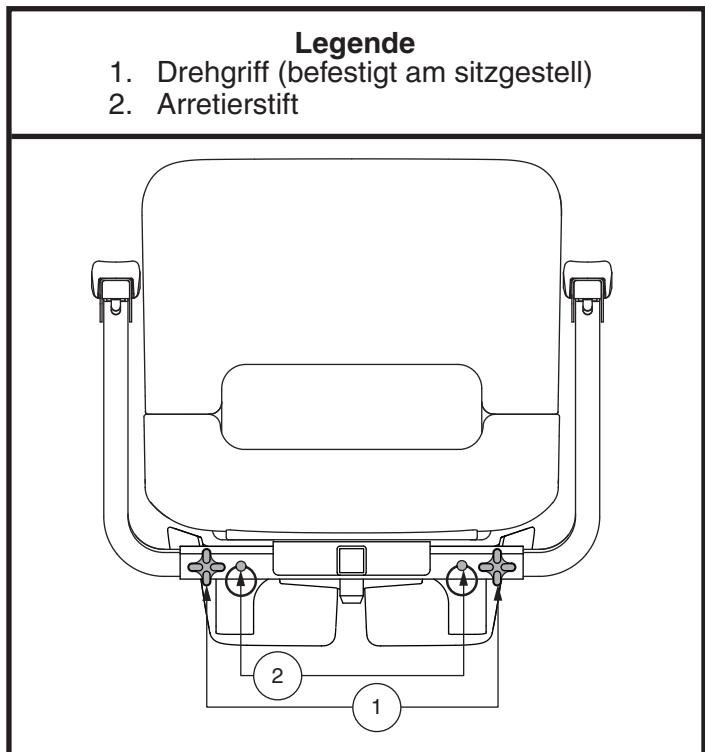

Abb. 9. Einstellung Armlehnenabstand
1. Ergreifen Sie die beiden Armlehndrehgriffe an jeder Seite des Armlehenträgers. **Siehe Abb. 9.**